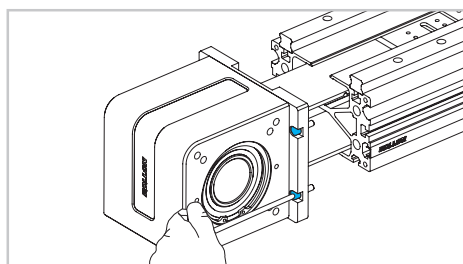

Fig. 15
- 16) Separare la testata motrice dal profilo svitando le 4 viti (Fig. 15)